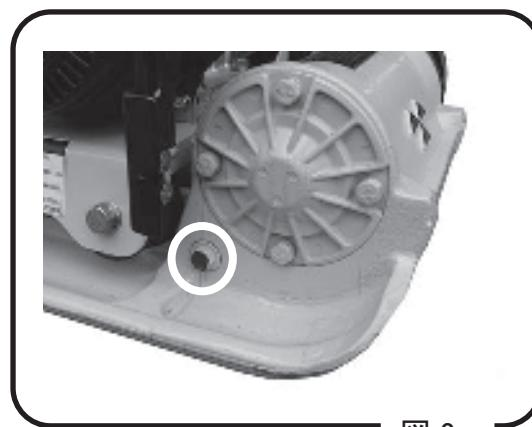

図2
- 6 本機を水平にして起振体のオイルレベルプラグを外し、起振体オイルが口元まで入っているか確認して下さい。オイルレベルプラグは起振体ケース右側面(反ベルト側)にあります。(図2)起振体オイルはエンジンオイル #10W-30 を使用して下さい。油量は300ccです。